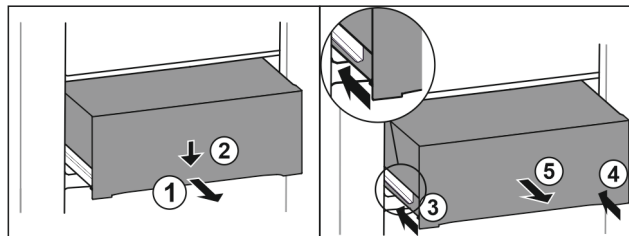

Fig. 142
- ▶ Вытяните выдвижной ящик наполовину. Fig. 142 (1)